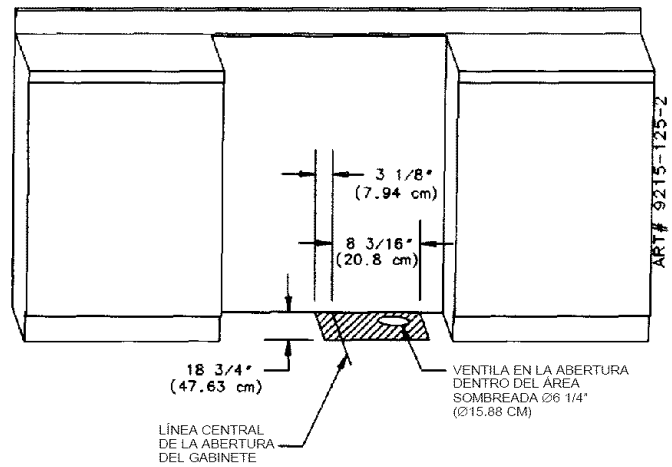
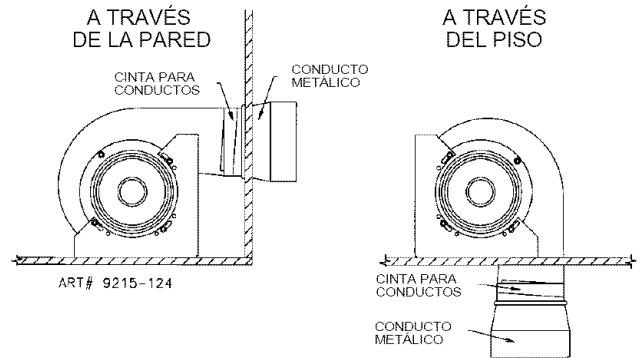

Figura 11
Figura 12
Corte un orificio de 6 1/4" (15.87 cm) en la marca de la línea central asegurándose de no tocar ningún perno de la pared. Instale el ventilador como se muestra en la figura 12.
b. **A través del piso.** (Vea la figura 11)
Asegurándose de no tocar ninguna viga del piso, haga un orificio de 6 1/4" (15.87 cm) de diámetro en el área sombreada según se muestra en la figura 11. Instale el ventilador según se muestra en la figura 12.
- Coloque cinta para conductos a la unión del conducto de la salida del ventilador. (Vea la figura 12.)